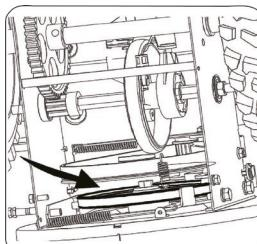

Рис.5
4. Снимите приводной ремень со шкива и пропустите его между опорным кронштейном и шкивом шнека (Рис. 5).
6. Снимите ремень со шкива шнека и пропустите ремень между опорным кронштейном и шкивом шнека (Рис. 5). Соберите ремень шнека, следуя инструкциям в обратном порядке.